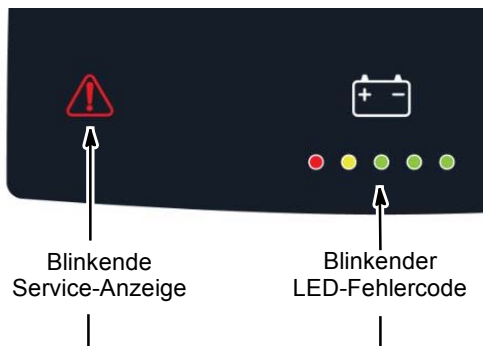

ABB. 91
4. Entfernen Sie den Lösungstankfilter und reinigen Sie den Filter alle 50 Betriebsstunden (Abbildung 91). Der Frischwasserfilter befindet sich an der Rückseite unter der Maschine. Entleeren Sie den Lösungstank, bevor Sie den Filter entfernen.